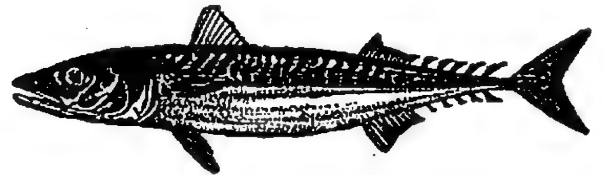

Fig. 234. — Poisson de mer
**11. Poissons de mer.** — Les principaux sont : le *hareng*, qui vit dans les mers du nord, mais vient pondre sur nos côtes de juillet à novembre; le *maquereau* (fig. 234), très abondant dans la Manche; le *thon*, qui habite la Méditerranée; la *sardine*, très abon-